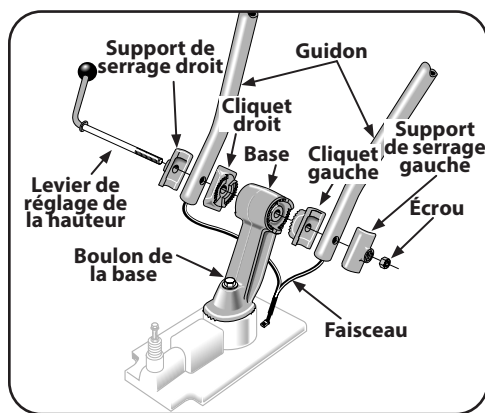

Figure 3-1
1. Démontez l'ensemble du guidon. Pour ce faire, retirez le levier de réglage de la hauteur en tournant le levier vers la gauche. Voir Figure 3-1.
2. Placez les extrémités du guidon sur chaque côté de la base, avec le faisceau de fils vers l'arrière de la base. Consultez la Figure 3-1.
3. Insérez le levier de réglage de la hauteur dans le support de serrage, l'extrémité du guidon, le cliquet du côté droit et la base; puis, dans le cliquet, l'extrémité du guidon et le support de serrage du côté gauche. Voir Figure 3-1. Fixez-le bien avec l'écrou, mais ne serrez pas trop.
1. Desserrez le boulon sur la base du guidon et faites pivoter le guidon vers la droite. Voir Figure 3-1 on page 58.